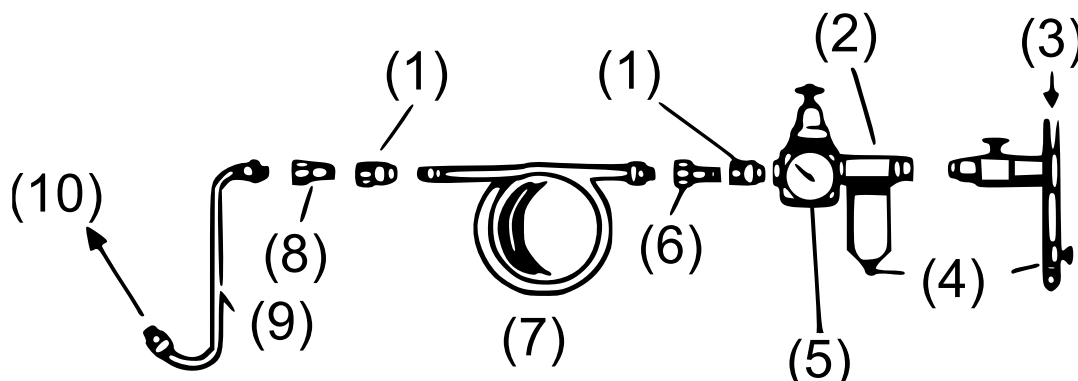

Abbildung 1
- Wenn möglich, sollte der Kompressor in einem separaten Raum untergebracht werden, wobei der Verbindungsschlauch so kurz wie möglich gehalten werden sollte. Der Kompressor sollte über einen Luftfilter und einen Wasserabscheider verfügen (siehe Abb. 1).
- Das empfohlene Anschlussverfahren wird in Abb. 1 dargestellt.